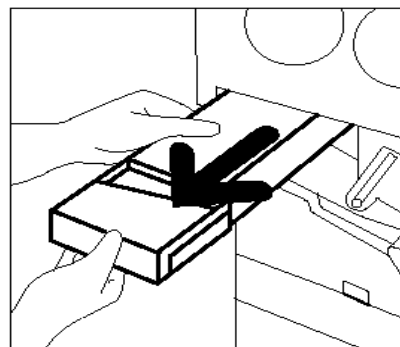

Figura 16: Retirar o Recipiente de despejo de tinta seca usado
- 4** Segure o Recipiente de despejo de tinta seca com a mão direita, conforme ilustrado na Figura 16, e retire-o por completo da copiadora/imprensa.